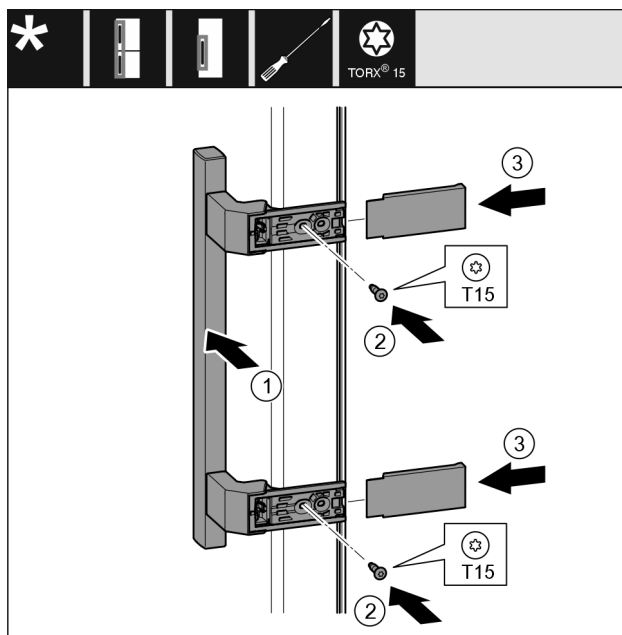

Fig. 26
- Postavite ručku Fig. 26 (1) na suprotnu stranu.
- Odvijačem pritegnite vijke Fig. 26 (2).
- Postavite poklopce Fig. 26 (3) bočno i natakните ih.